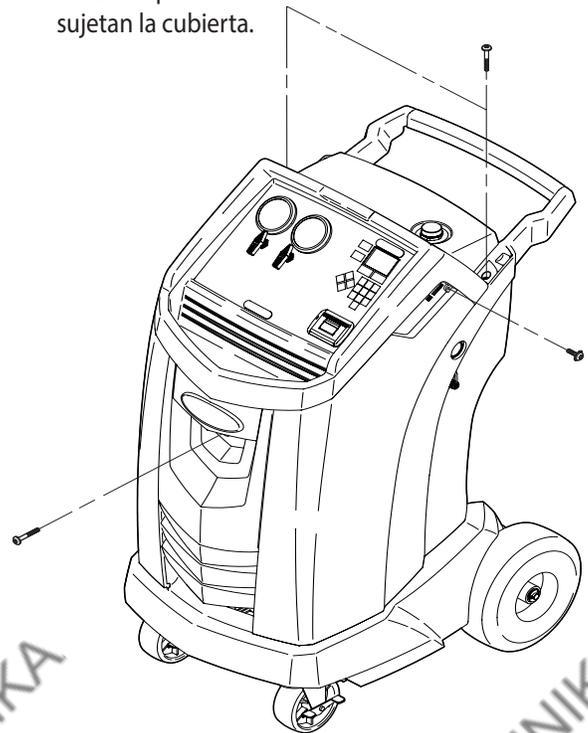

Figura 11
Apague la máquina. Retire la botella de aceite. Extraiga los cuatro tornillos que sujetan la cubierta. Consulte la figura 11.
2. Extraiga los cuatro tornillos que sujetan la cubierta. Consulte la figura 11.